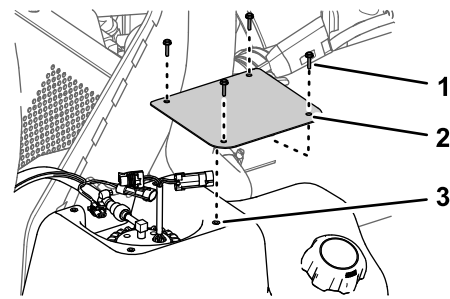

Figure 89
1. Fixez le couvercle sur le réservoir (Figure 89) à l'aide des 4 vis (n° 10 x 3/4") retirées à l'opération 2 de Dépose du couvercle de la pompe à carburant (page 67).